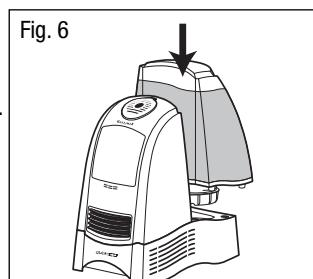

Fig. 6
- Coloque el depósito del agua en el humidificador e introduzcalo hasta encajarlo (Fig. 6).